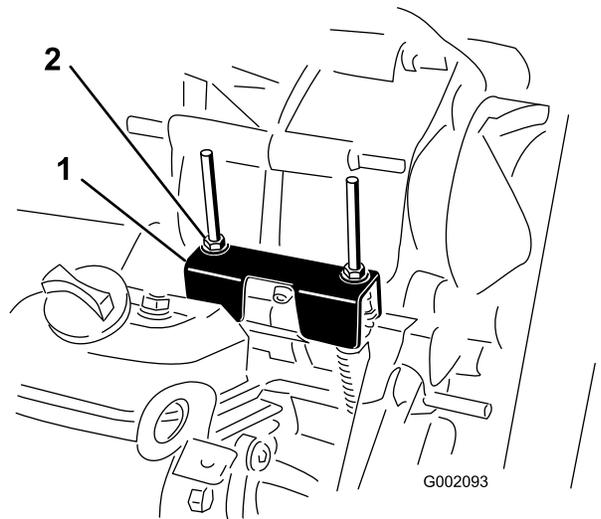

図 48
定期整備を行う時やエンジンの故障診断を行う時には、トランスアクスルをニュートラルにシフトしておく必要があります 図 48。トランスアクスルをニュートラル位置にするにはシフトレバーをニュートラル位置にします。以下の操作を行って、ニュートラルでシフトレバーが正常に機能することを確認してください
2. ニュートラルブラケットがニュートラル位置シフトブラケットの下にあるケーブル取り付けブラケットと面一になっていることを確認する 図 48。
3. ロックナットのひとつ 図 48 を回して、ナットワッシャの底面とニュートラルブラケットとの間のすきまが 0.76-1.52 mm になるように調整する。